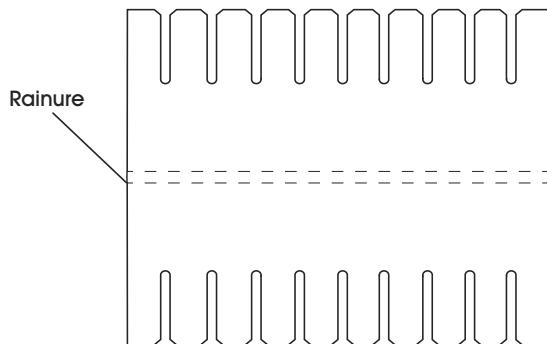

Figure 16
1. Pliez le séparateur long le long de la rainure. (Voir Figure 16 et 17)